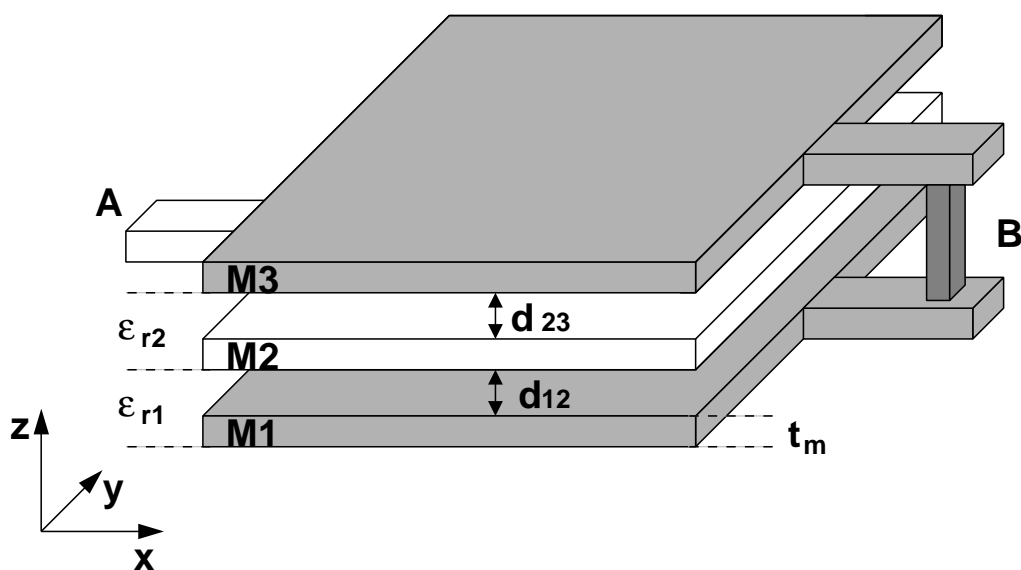

Abb. 1.3: Aufbau einer Kapazität aus horizontalen Metalllagen
1.3 Eine gängige Realisierung von Kapazitäten in integrierten Schaltungen ist in Abb. 1.3 dargestellt. Dabei werden Metallebenen horizontal geschichtet und entsprechend miteinander verbunden (HPP: horizontale parallele Platten).